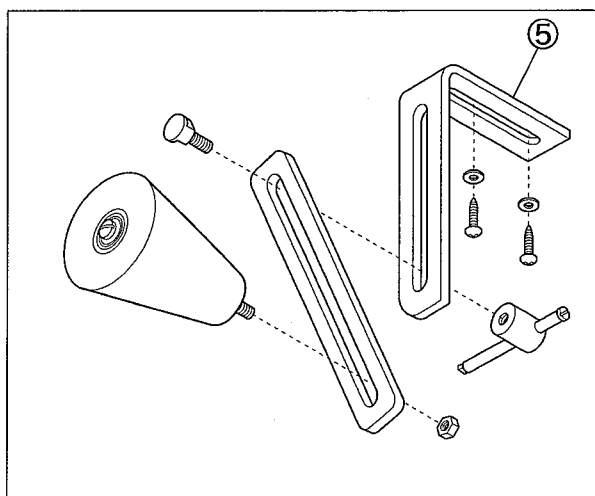

図 2
ローラ取付板⑤をテーブル下面の適切な位置に取り付け、 図2のように組み付けてください。